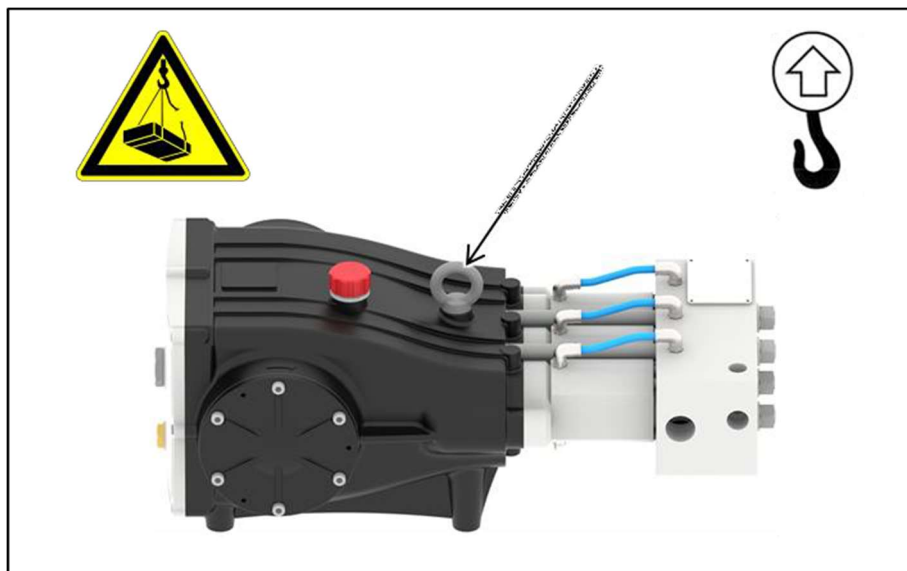

Figura 10: Cáncamo de elevación
- Levante la bomba únicamente desde el punto de sujeción previsto para el transporte (Figura 10).